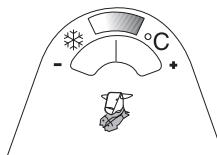

Fig. 1
- La temperatura all'interno del comparto viene visualizzata da un indicatore posizionato sullo sportello del comparto (**Fig. 1**)